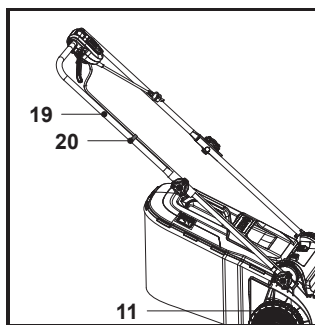

Rys. 3
1. Przytrzymać uchwyt górny (5) tak, aby przełącznik bezpieczeństwa (1) był skierowany do góry.
2. Wyrównać otwory montażowe w uchwycie górnym (5) z otworami w uchwycie dolnym (7).
3. Przełożyć śrubę montażową (6a) do końca przez otwory montażowe (rys. 3, krok 1).
4. Zamocować uchwyt górny (5) do uchwytu dolnego (7), dokręcając w prawo pokrętkę blokującą (6) na gwincie śruby montażowej (6a) (rys. 3, krok 2).
5. Sprawdzić, czy linka sterująca (19) biegnie po wierzchniej stronie uchwytu górnego (5) i dolnego (7).